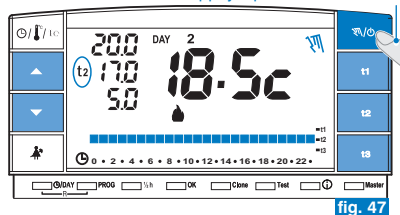

fig. 47
- Le niveau de température en cours est appliqué à toutes les heures du jour (ex. fig. 47).